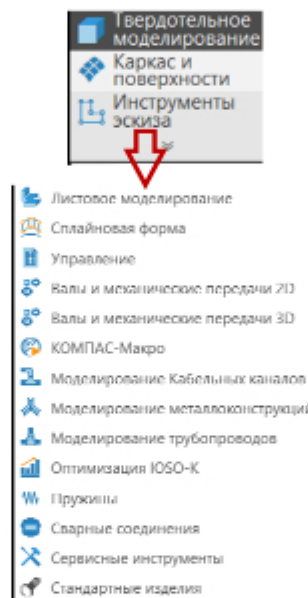

Рис. 4 Панель «Список наборов инструментов»
**Список наборов инструментов** – выбор конкретного набора определяется решаемой задачей (рис. 4) и определяет содержание Инструментальной области.